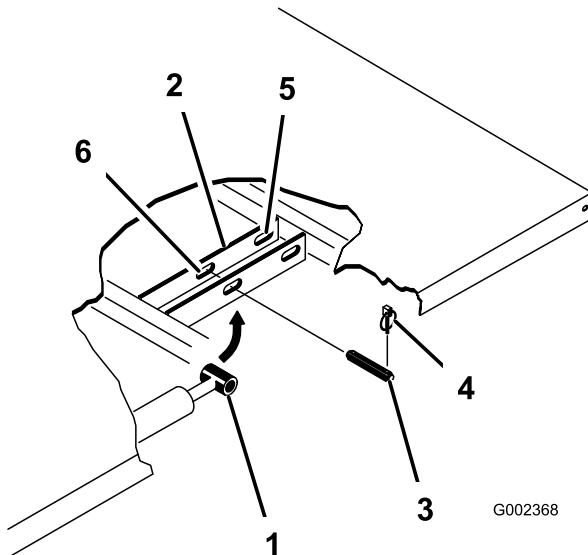

Figure 35
2. Retirez les goupilles à anneau aux extrémités extérieures des axes des tiges de vérins (Figure 35).
3. Retirez les axes qui fixent les côtés tiges de vérins aux plaques de montage du plateau en les poussant vers l'intérieur (Figure 35).
4. Enlevez les goupilles à anneau et les axes de chape qui fixent les supports de pivot aux profilés du châssis (Figure 35).